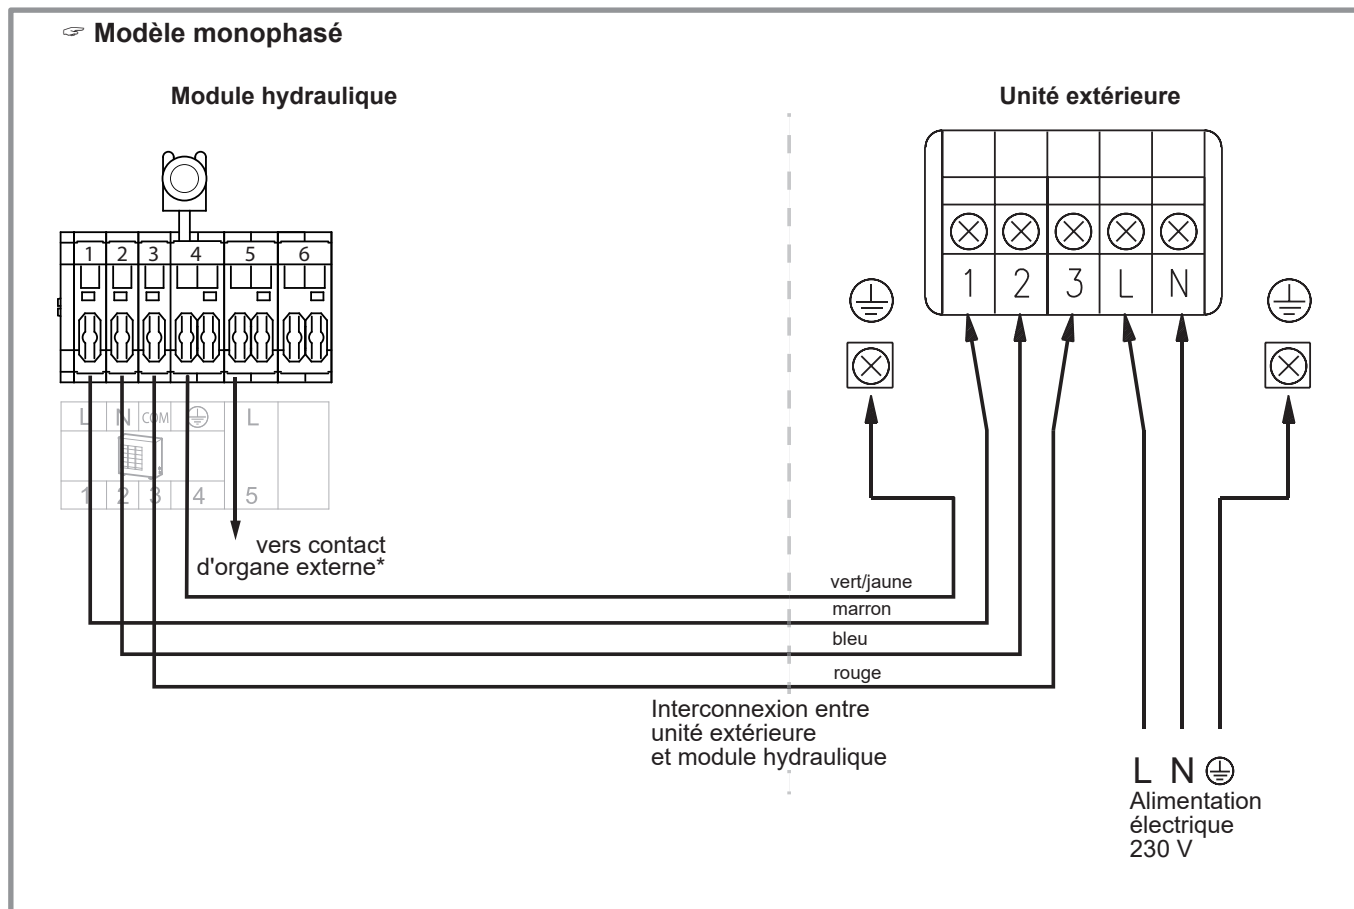

figure 39 - Raccordement aux borniers et relais de puissance
- Effectuer les raccordements suivant les schémas (figure 39 et figure 40).